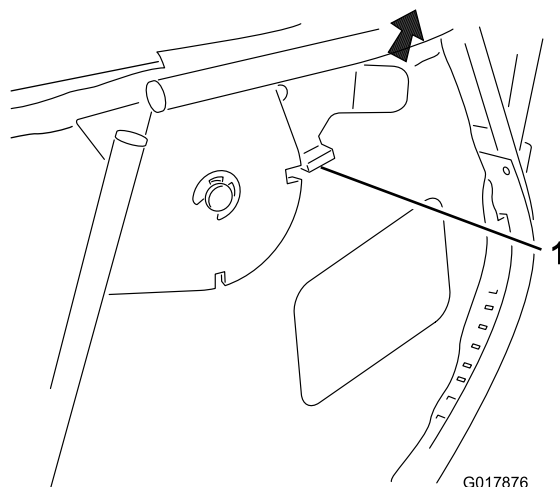

Figura 15
1. Sganciate il fermo di chiusura (Figura 15).